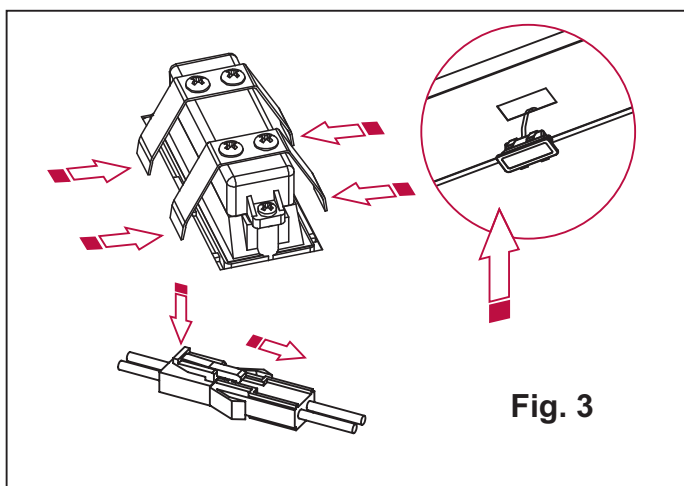
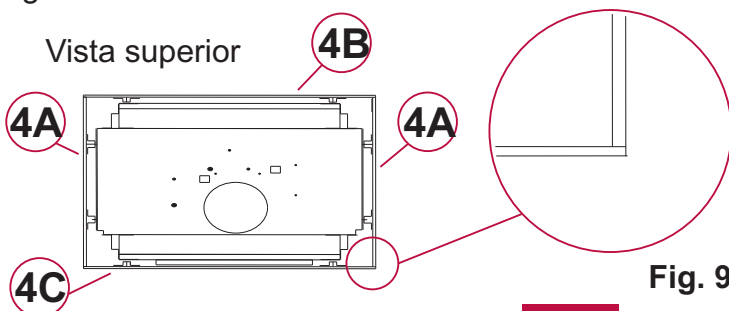

Fig. 3
Fig. 9
- Desconectar los spot leds, como indica en fig.3.
Los cristales laterales (4A) deben colocarse por dentro del cristal trasero (4C) y frontal (4B). Detalle Fig. 9.
- El cristal frontal (4B) corresponde al que tiene la serigrafía de la llave comando, y debe colocarse del lado que se encuentra la llave comando (7) fijada al cajón porta extractor (6). Fig. 9.
- Fijar los cristales (4), corroborando que coincidan los encuentros en las esquinas y la serigrafía del cristal frontal (4B) con los botones de la llave comando.
- Conectar los spot leds, desconectados en el paso 1, realizar la operación a la inversa. Fig. 3.